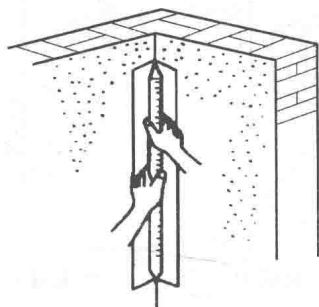

图 1.12 阴角的扯平找直
(8) 阴角的扯平找直(图 1.12)。对墙的阴角,应首先用方尺上下核对方正,然后再用阴角器上下抽动扯平,直到室内四角方正为止。